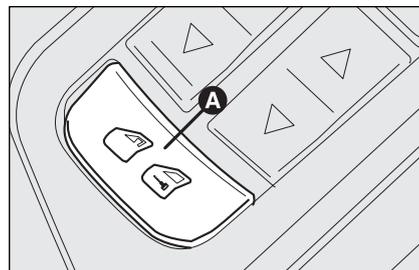

fig. 13
- bouton **A-fig. 13** de verrouillage/déverrouillage des portes placé sur le cache du panneau de la porte côté conducteur;